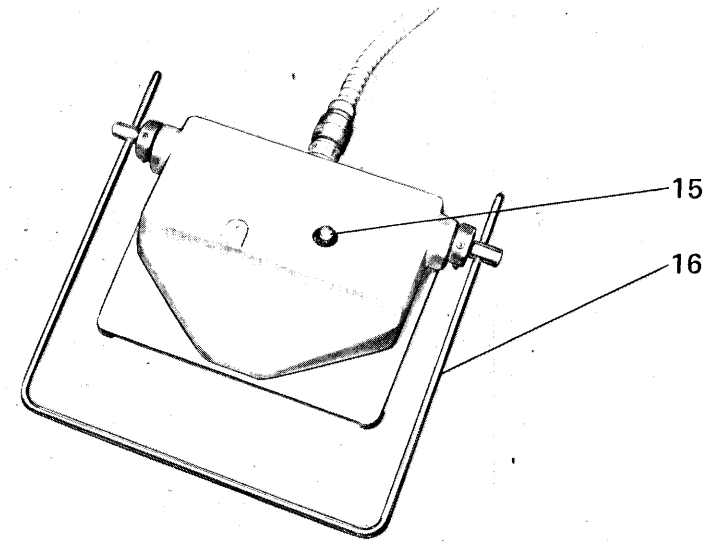

Fig. 7
- la barre (16 fig.7) pour abaisser le pied-presseur avec un premier actionnement et un second actionnement pour la mise en marche du
- le poussoir (15 fig.7) pour soulever le pied-presseur dans le cas où l'on ait effectué une erreur de manoeuvre pendant l'insertion des parties dans le guide